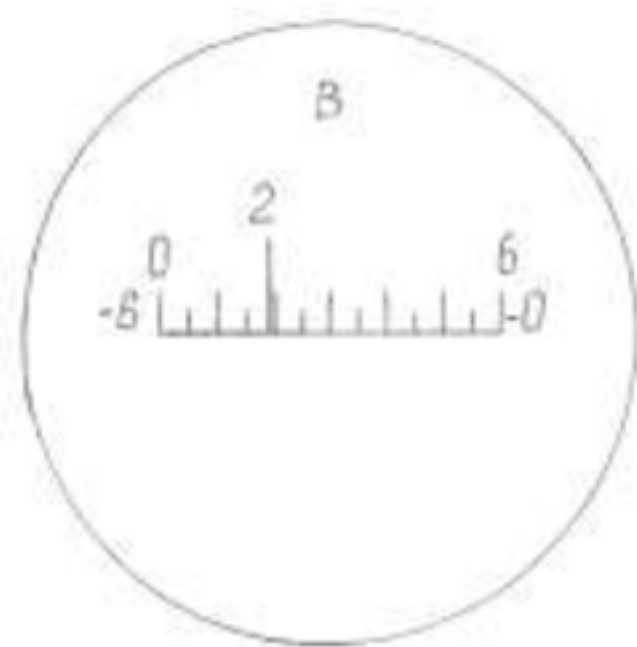
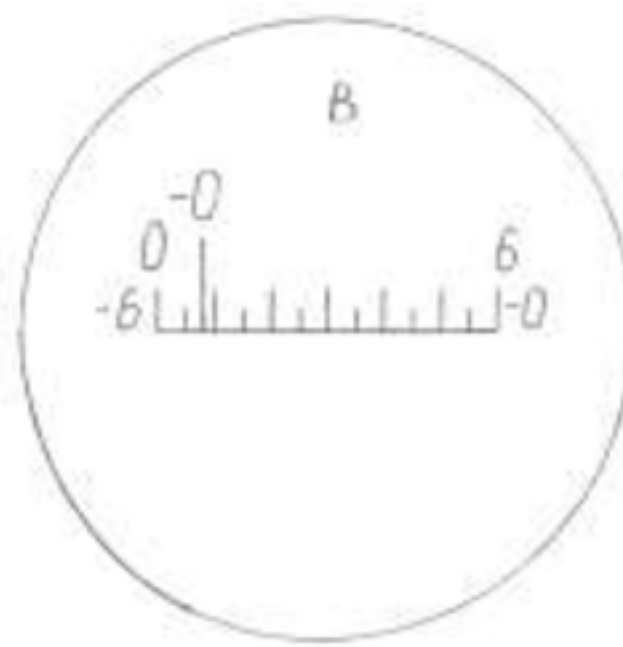

Рис. 11.
Рис. 12.
- количество минут определяется по шкале от ее нуля до градусного штриха вертикального круга. При этом, если градусный штрих положителен, то количество минут считается слева направо от 0 шкалы до этого штриха, и прибавляется к градусам. Отсчет будет положительным. Например, на рис. 11 отсчет равен $+2^\circ 19'$. Если градусный штрих вертикального круга отрицателен, то количество минут считается справа налево от -0 до градусного штриха и прибавляется к градусам; отсчет будет отрицательным. Например, на рис. 12 отсчет равен $-0^\circ 52'$.